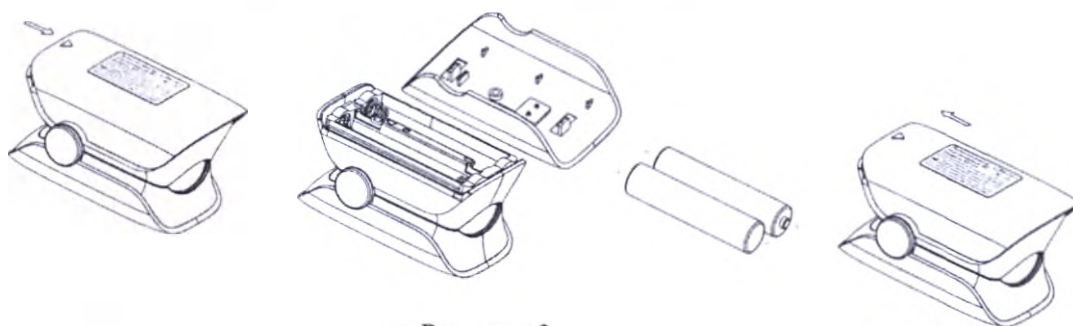

Рисунок 3.
- 1) Сдвиньте крышку батарейного отсека в направлении, указанном стрелкой (Рисунок 3).